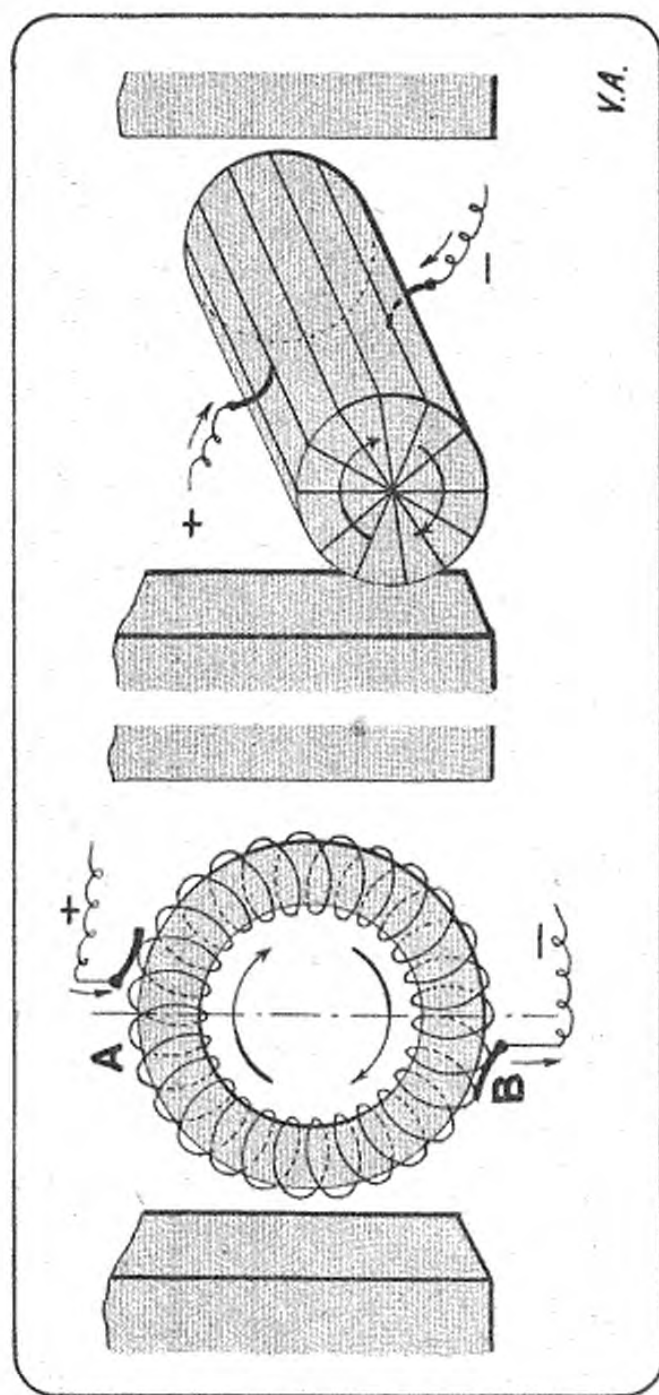

FIG. 13.
1. Nous pouvons assimiler les deux moitiés de l'anneau à deux piles dont les pôles de même nom seraient réunis (*fig. 13*).